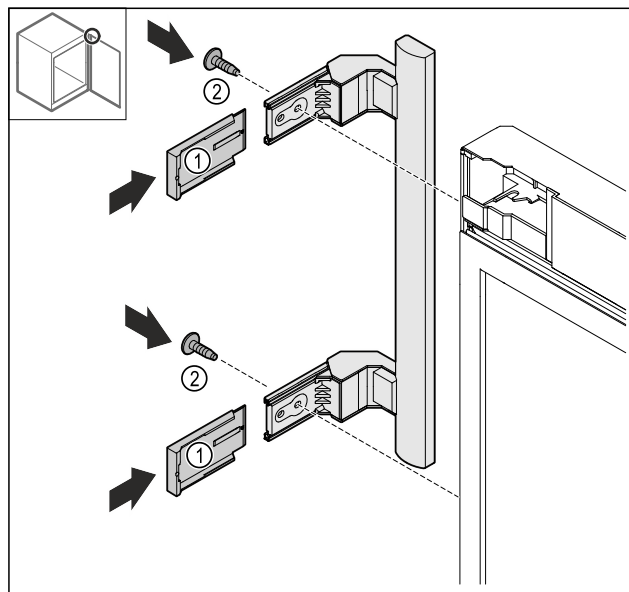

Fig. 19
- Applicare le coperture Fig. 19 (1).